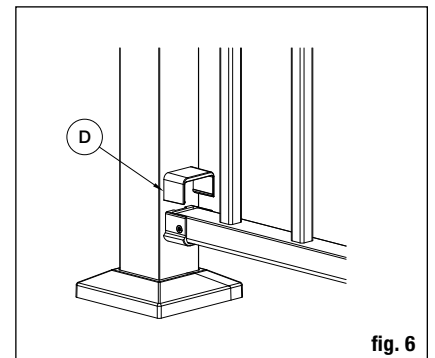

fig. 6
Paso 8: Coloque las tapas de los soportes inferiores (D) y las talas de los soportes superiores (E) sobre las bases de los soportes superiores e inferiores, como se muestra (**fig. 6**).